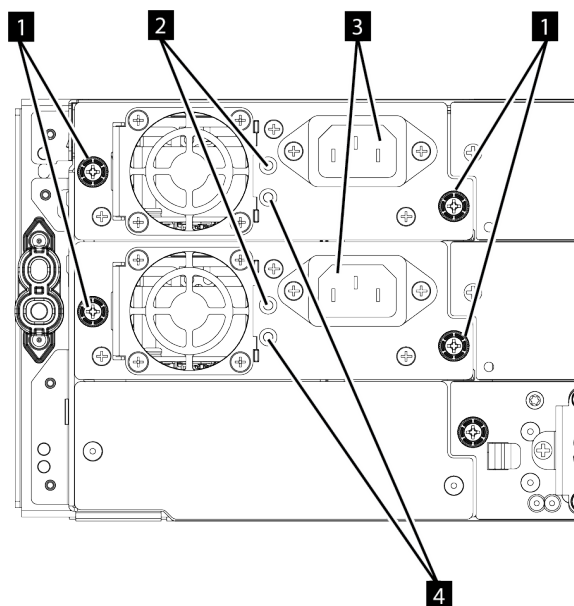

Figura 67. Fuentes de alimentación
1. Si la alimentación CA está enchufada a la fuente de alimentación y la biblioteca está encendida, tanto el LED blanco (2 en Figura 67 en la página 162) y el LED verde (4 en Figura 67 en la página 162).